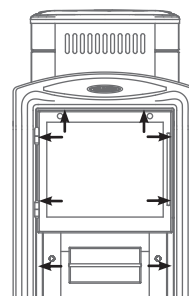

Рисунок 8. Винты крепления дверцы «Витра» к топливному каналу.
1. открутить саморезы 8 шт., которыми прикрепляется дверца с рамкой к топливному каналу и снять ее; (см. рисунок 8)
4. Установите упорную быстросъемную шайбу в канавку на оси, рисунок 8.в